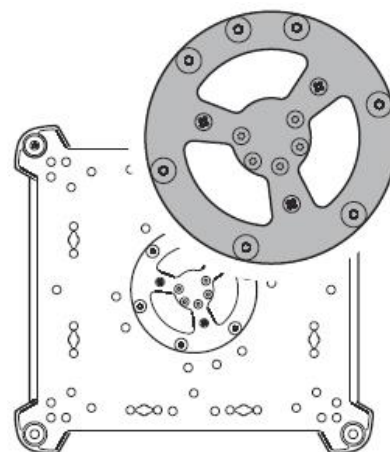

Рисунок 8. Крепежный узел страховочного троса
- См. рисунок 8. Закрепите страховочный трос надлежащего класса для веса устройства, пропустив его через барабан страховочного крепежа внизу основы.